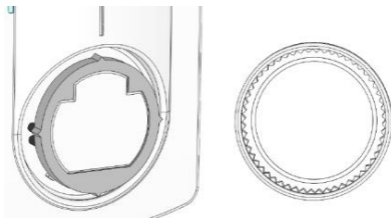

рис. 2
5. Надеть кольцо обратно на ручку (рис. 2)